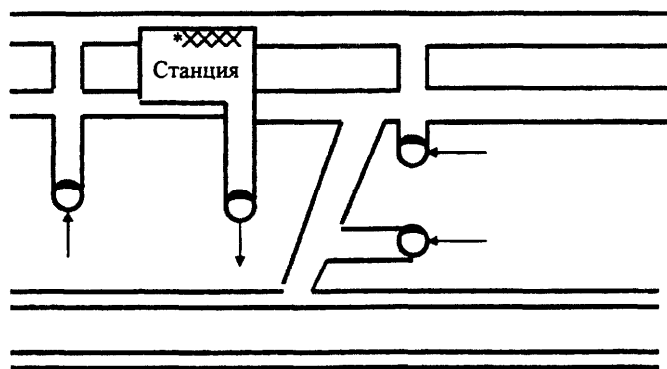

Рис. 10
- если перегоны сообщаются с другими линиями, то на примыкающих к ним соединительных ветвях вентиляционные шахты включаются на приток (рис.10);